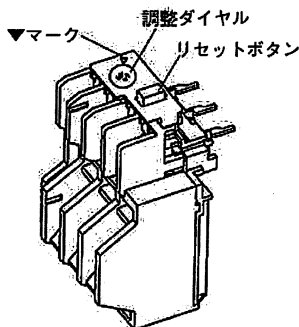

図9
- (1) 調整ダイヤルを回して目盛りの範囲内で、モータの全負荷電流を▼マークに合せてください。(図9) 目盛りの範囲外で使用情况、性能を満足できません。
- (4) サーマルリレーが動作したときは、過負荷などの異常原因を除去してからリセットボタンを軽く押すとリセットします。(この場合、サーマルリレーが十分冷えていないとリセットができません。)(図9)